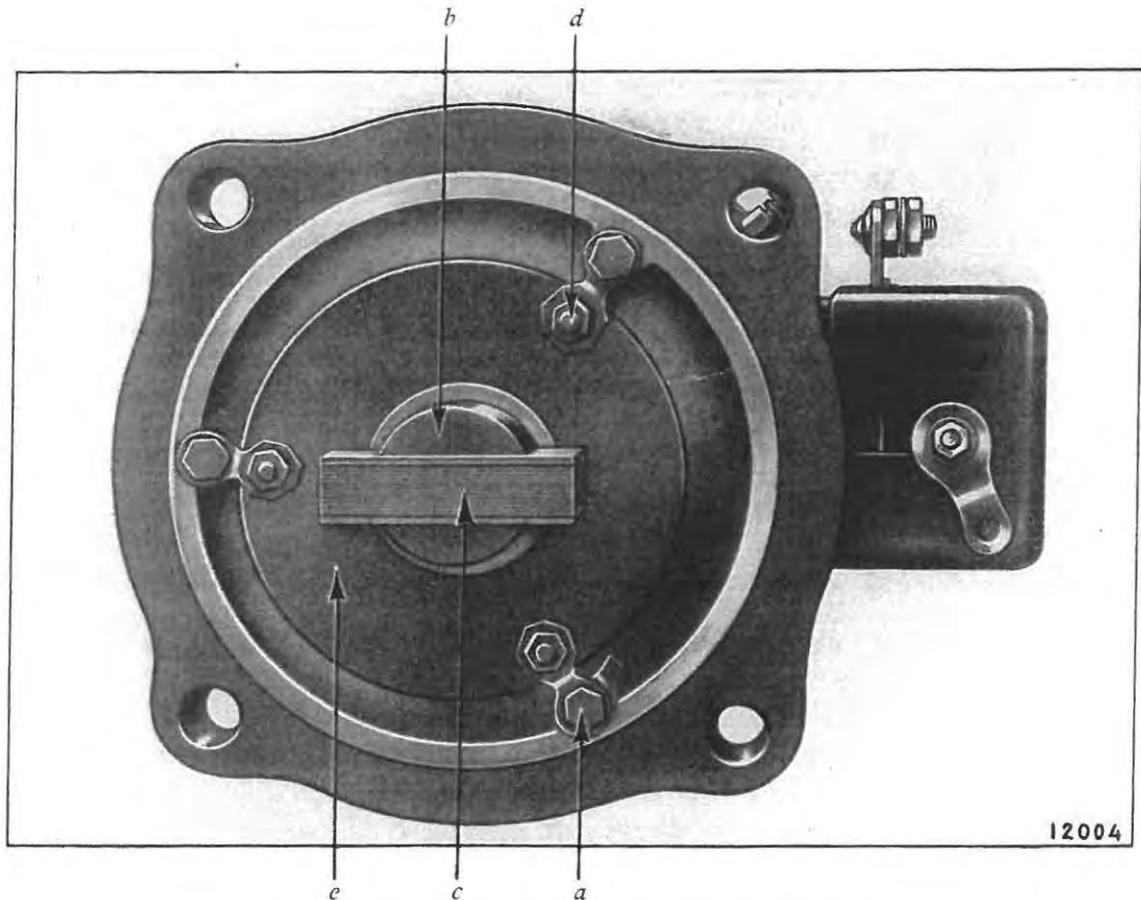

Fig. 81. — La dynastart vue de l'arrière.
3. Enlever l'ensemble palier AR et induit (fig. 81).
5. Enlever le roulement AR (fig. 81).